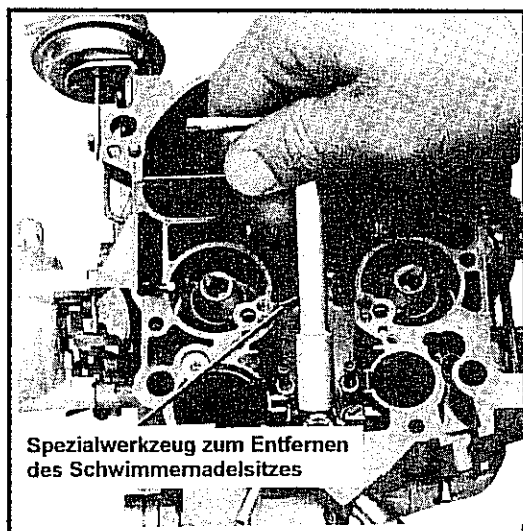

Abb. 2-93 Entfernen des Schwimmernadelsitzes-
10. Schwimmer und Schwimmernadel entfernen. Hierzu den Haltestift nach oben ziehen. Schwimmernadel und Nadelsitz sowie Dichtung entfernen. Hierfür kann Spezialwerkzeug J-22769 o.ä. verwendet werden. Siehe Abb. 2-93.